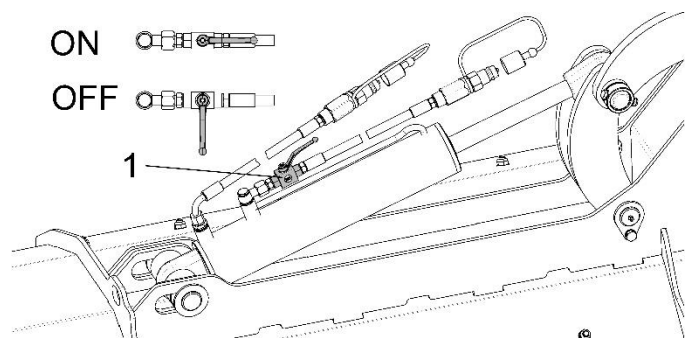

Bild 13: Sicherheitsventil
- Die Maschine in der Transportposition hinter dem Traktor muss gegen Bewegungen mit dem Sicherungsbolzen 1 am Anbaubock (Bild 13) gesichert sein.
- Entfernung der Sicherungsbolzen am Anbaubock (Bild 13),